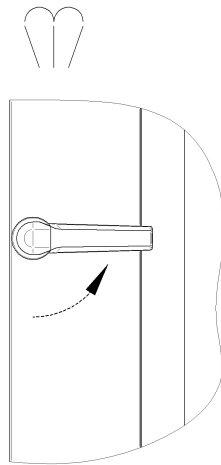

Рис. 6. Положение ручки двери при выпуске пара
- Для открывания двери поверните ручку двери против часовой стрелки (Рис. 6). При таком положении ручки, если до этого печь работала, возможен выход горячего пара. Во избежании получения ожога от горячего пара, сначала выпустите пар незначительно приоткрыв дверь.